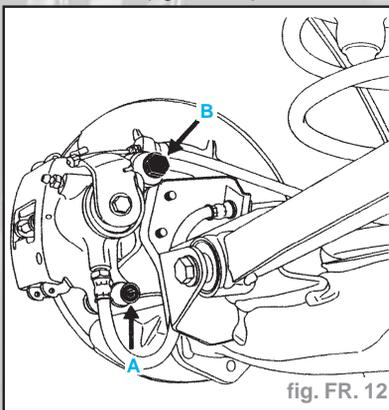

fig. FR. 12
- l'axe de maintien (2) des plaquettes avec un chasse-goupille,
- le ressort (3),
- la vis de fixation (A) de la colonnette secondaire (fig. FR. 12).
- Replacer l'étrier dans sa position de fonctionnement et monter la vis de fixation (A) de la colonnette secondaire enduite de **Loctite FRENBLOC** puis la serrer au couple (fig. FR. 12).
- la colonnette primaire (B) (fig. FR. 12).